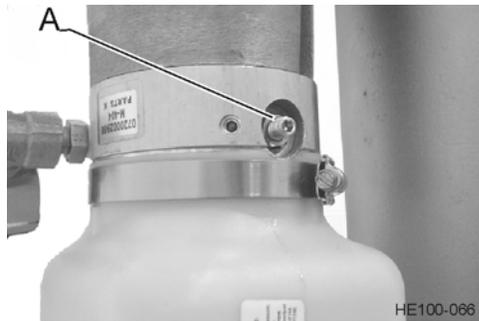

Figura 17 - Tornillo de ajuste de presión
5. El control de presión de la bomba (Vea Figura 17, Artículo A) debe fijarse en aproximadamente 4-1/2 vueltas abiertas en dirección hacia la izquierda desde la posición cerrada. Este ajuste controla la presión del sistema y está al máximo cuando el tornillo de fijación está en la posición cerrada o totalmente hacia la derecha. Se ajusta mediante un tornillo de fijación de 3/16 de pulgada, cabeza Allen, y se traba con una arandela de seguridad de 9/16 de pulgada.